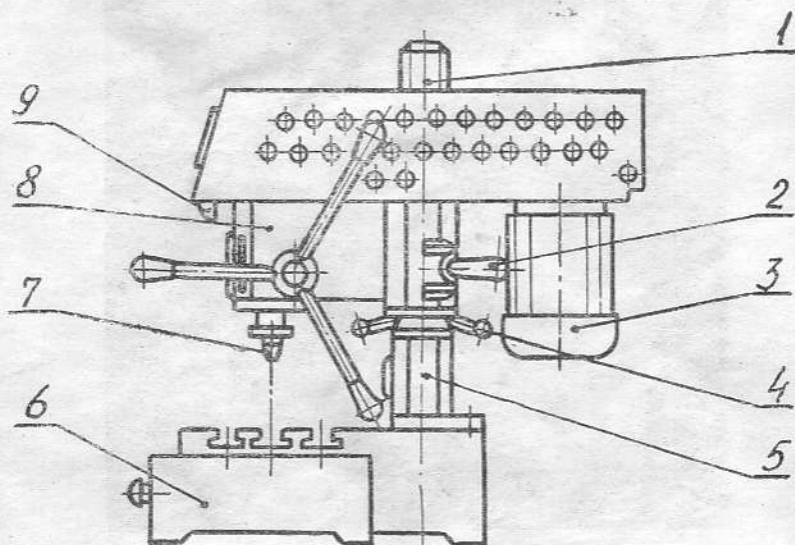

Рис. 2. Расположение составных частей станка
1. 2. 1. Общий вид с обозначением составных частей станка (рис. 2).
Основу шпиндельной бабки составляет чугунный корпус. В корпусе смонтирован шпиндельный узел и механизм натяжения ремня. Сзади к бабке прикреплен электродвигатель. Шпиндельная бабка может поворачиваться на колонке и фиксироваться в нужном положении. Для перемещения шпиндельной бабки (рис. 2) по колонке 1 надо освободить зажимное устройство 2. Поворотом ручки подъемного механизма шпиндельной бабки влево или вправо можно поднять или опустить шпиндельную бабку 8.